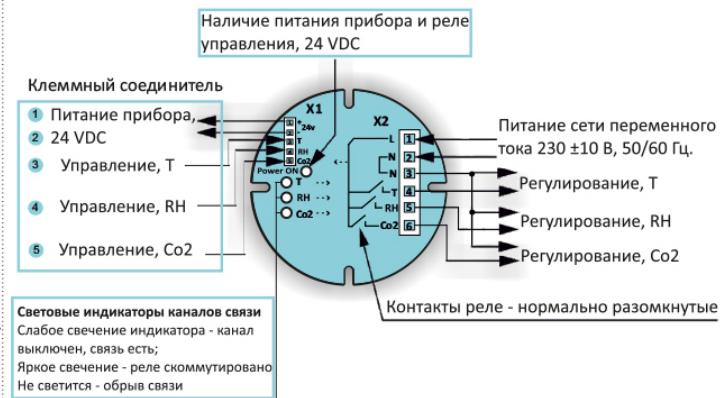

Рисунок 3 - Схема подключения коммутационного блока EClerk-Eco-R
- Подключите кабель к клеммам коммутационного блока в соответствии со схемой (рисунок 3, 4).